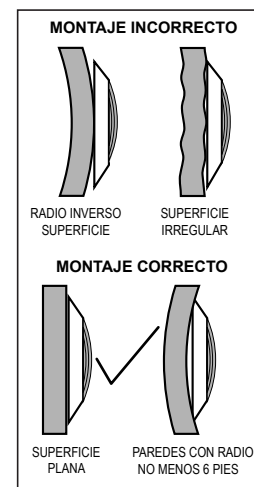

figura 2.
1. Localice la posición en la pared donde se debe instalar la luz submarina LED Amoray. (Parte superior de la lente debe estar a 45 cm (1.5 pies) por debajo de la superficie del agua. SÓLO monte sobre una superficie plana o dentro de la curva con radio no menos de 6 pies (vea la Figura 2). NOTA la ubicación del cable en la parte posterior de la unidad. (Ver Figura 3.)
IMPORTANTE: La parte superior de la lente debe estar a una distancia mínima de 45 cm (1.5 pies) debajo de la superficie del agua. **SOLAMENTE** monte en una superficie plana o dentro de la curva con un radio no menor de 6 pies (vea la Figura 2). **NOTA** La ubicación del cable en la parte posterior de la unidad. (Ver Figura 3.)